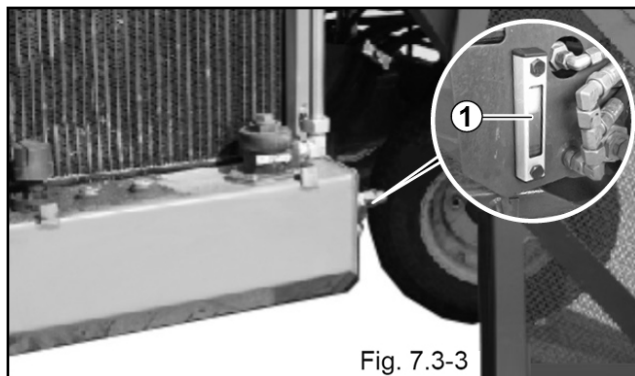

Fig. 7.3-3
Oljetanken är integrerad i ramen och befinner sig på maskinens vänstra sida (fig. 7.3-3). Det går att kontrollera nivån för hydrauloljan på nivåindikeringen (1) till höger på behållaren.